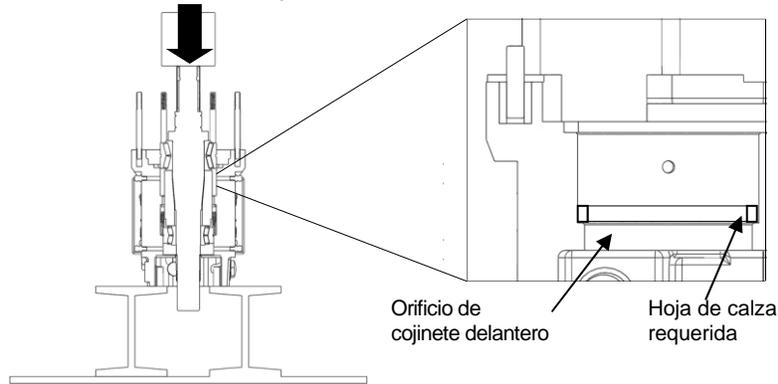

Figura 39: Presionar ejes en caja de engranes
4) Ponga la caja de engranes en una prensa con el extremo del fluido hacia arriba. Coloque el grosor requerido de hoja de calza para que quede sobre el hombro del eje delantero de la caja de engranes. Aplique lubricante al exterior de los cojinetes. Coloque el ensamble de ejes (un eje a la vez) en la caja de engranes con el extremo de la lengüeta hacia arriba. Asegurándose de que los ejes motrices y cortos estén en los orificios correctos, presione los ejes dentro de la caja de engranes hasta que los cojinetes estén bien asentados (Figura 39). Vea la Tabla 4 en la página 20 para conocer la fuerza requerida.